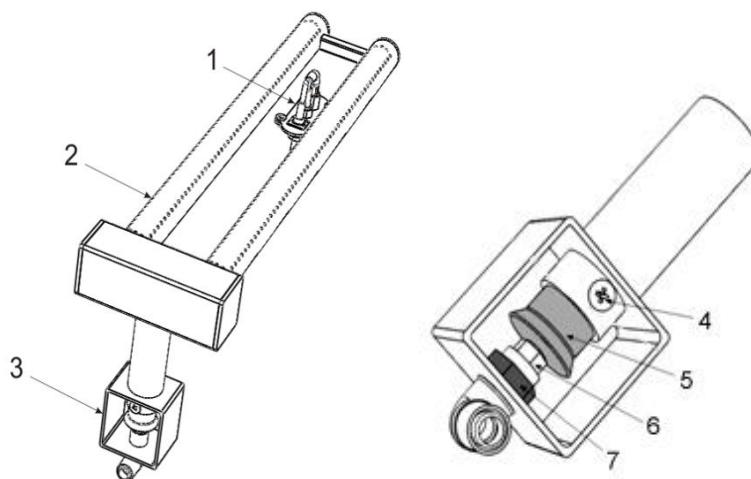

Рис.5. Общая конструкция горелки макаронovarки
- Найдите смеситель горелки 3 (рис.5).